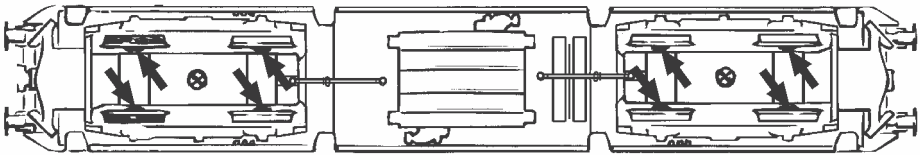

Fig. 8
3. Haftreifenwechsel: Zuerst die Drehgestellblende abnehmen (Fig. 4). Danach den **Radsatz** herausnehmen und die **Haftreifen** mit einer Nadel od. mit einem feinen Schraubendreher abziehen (Fig. 8). Beim Aufziehen der neuen Haftreifen darauf achten, dass diese sich nicht verdrehen.
3. Change of traction tyre: Remove the bogie blind (fig. 4). Take out **wheel set** and remove **traction tyre** using a pin or a fine screwdriver (fig. 8). When pressing on the new traction tyre please **avoid twisting it**.
3. Échange des bandages d'adhérence: Démontez d'abord **les flancs de bogies** des engrenages (fig. 4). Délogez ensuite les essieux bandagés et enlevez, à l'aide d'une aiguille ou d'un tournevis fin, les bandages d'adhérence (fig. 8). Lors du montage des nouveaux bandages veuillez veiller à ce que les bandages **ne soient pas tordu**.